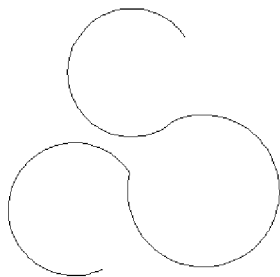
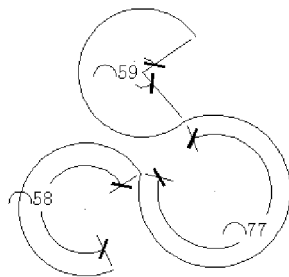

图 3.11 原图
图 3.12 标注弧长尺寸
- (1) 单击“弧长”标注按钮,选择要标注的对象。
- (2) 移动光标会出现标注线及尺寸,移至适当位置后单击鼠标左键即可完成该对象的尺寸标注。图 3.11 所示为原图,图 3.12 所示为标注尺寸后效果。